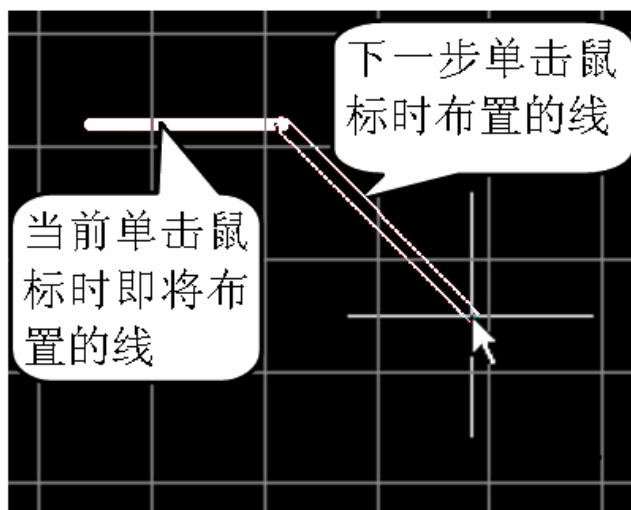

图 7.39 实线和轮廓线
(4) 在工作区移动光标，工作区显示如图 7.39 所示的两个线段，一个是实线，另一个是轮廓线。实线表示当前即将布置的线段，轮廓线是“预测”下一步放置的线段，指明走线的方向。